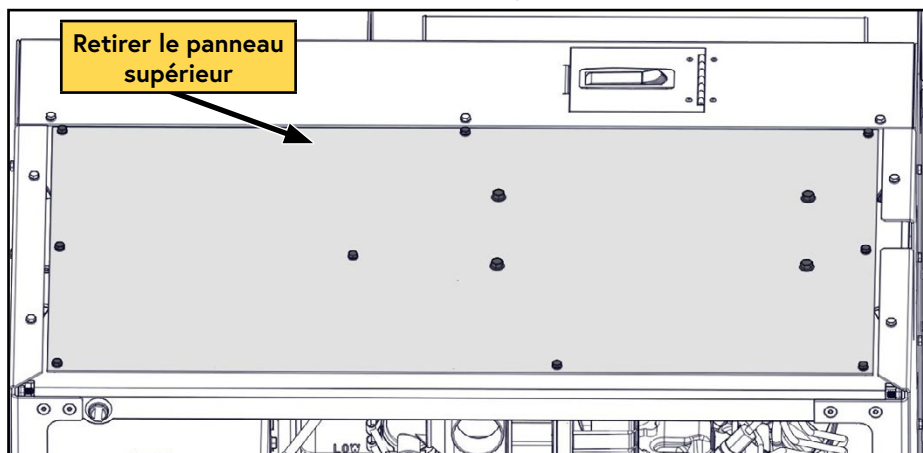

Figure 44 — Retirer le panneau supérieur
- ☐ Retirez le panneau supérieur du Cat MF (Figure 44).